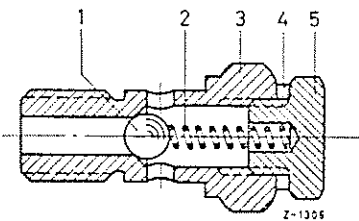

Fig.00-12/2
5. Als bij de meting de opbrengst einddruk boven de 2,5 atm. overdruk en de openingsdruk van de ontlastklep onder de 2,2 atm. overdruk ligt bij $n = 3000$ toeren/min. (zie nr.3), moet de ontlastklep worden verwijderd, gereinigd en op lekkage worden gecontroleerd. Als deze niet lekt, moet de voorspanning van de drukveer worden vergroot door het monteren van plaatjes tussen de drukveer (2) en de opsluitplug (5) (fig.00-12/2). Herhaal de meting uit nr.4.
6. Sluit het controleapparaat aan tussen de brandstoftoevoer van het hoofdfilter en de brandstofafvoer (2) van de opvoerpomp (fig.00-12/1). Bij $n = 3000$ toeren/min. mag de gemeten druk voor het filter slechts weinig, ca. 0,2-0,3 atm. overdruk, hoger zijn dan de druk achter het filter (zie meting uit nr.3).